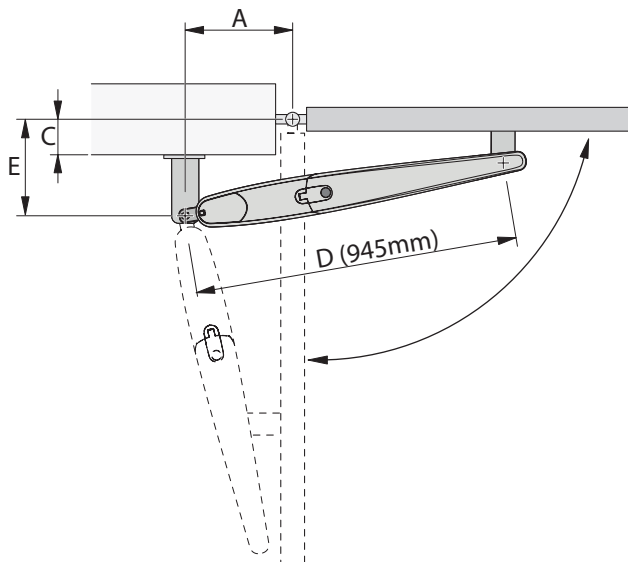

Abb. 2
Wert eine horizontale Gerade in die Grafik. Wählen Sie unter Berücksichtigung des gewünschten Öffnungswinkel, der der Säule angemessen ist, eine Punkt auf der gerade gezogenen Geraden. Ziehen Sie ausgehend von diesem Punkt eine vertikale Gerade, um den Wert **A** zu ermitteln. Stellen Sie sicher, dass der Wert **A** die Befestigung des hinteren Bügel gestattet und wählen Sie anderenfalls einen anderen Punkt auf der Grafik. Bringen Sie für die Befestigung des Bügel am Torflügel den Kolben an den Anschlag (**siehe Abb. 2**).
01. Der vordere Bügel muss am Torflügel unter Beachtung der Quote D (Abb. 2) befestigt werden.